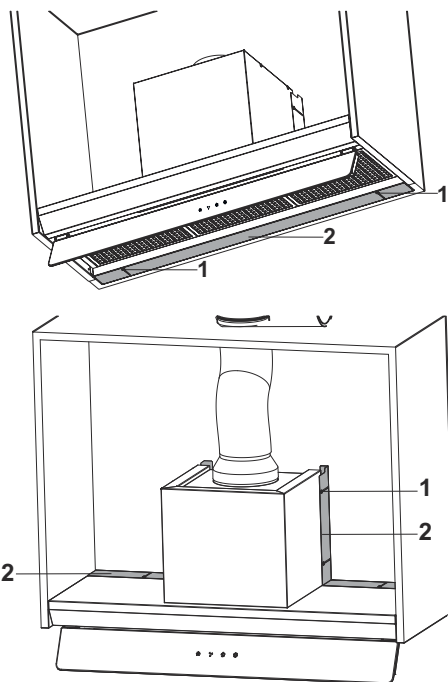

Fig. 15
4. Se houver folga entre o exaustor e a superfície posterior, preencher esta folga com a placa espaçadora montada no aparelho (Fig. 15).
Soltar os parafusos de ligação da placa espaçadora e prender a placa espaçadora empurrando-a contra a parede posterior. Repetir isto para as outras placas do espaçador na estrutura (Fig. 15).